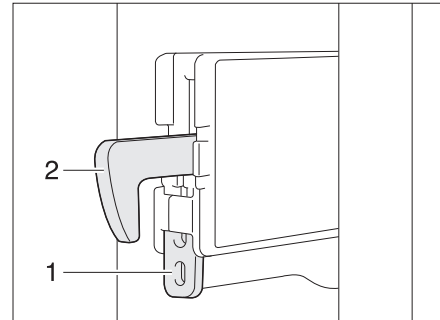

Fig. 139 Fixation du crochet de verrouillage
- Fixer le crochet de verrouillage:** ■ Pousser la fixation (Fig. 139,1) vers le haut. Le crochet de verrouillage (Fig. 139,2) est poussé vers le haut et est hors service.
- Pousser le crochet de verrouillage (Fig. 139,2) vers le bas. Le crochet de verrouillage est à nouveau en fonction.